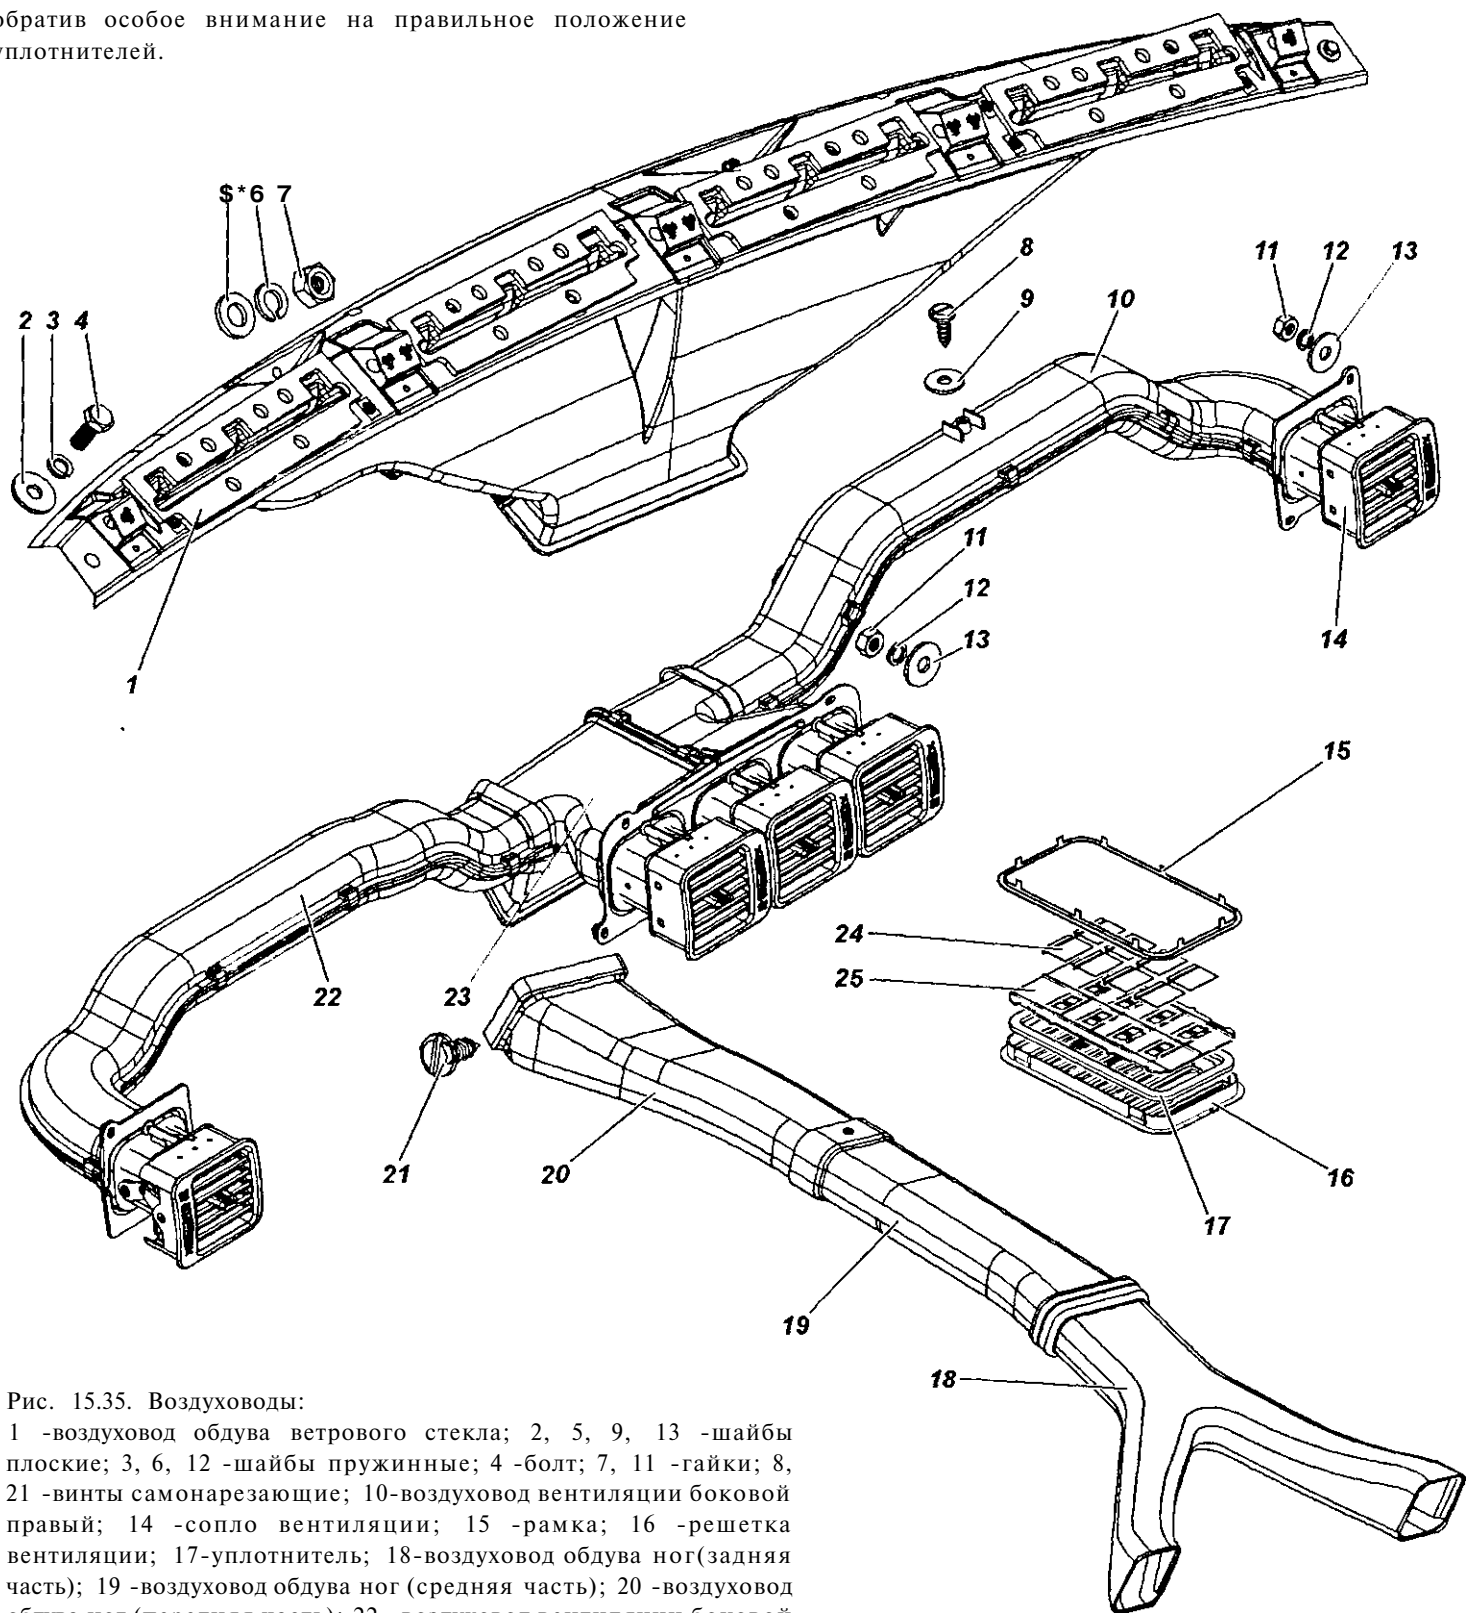

Рис. 15.35. Воздуховоды:
7. Отверните два самонарезающих винта 21 (рис. 15.35) крепления воздуховода обдува ног пассажиров, расположенных на трехместном сиденье. Отсоедините переднюю 20 и среднюю 19 части воздуховода от задней 18, снимите воздуховод. При необходимости, отвернув самонарезающие винты, разъедините переднюю и
1. Снимите панель приборов в сборе с воздухопроводами. Гайки 7 (см. рис. 15.35) одновременно служат для крепления панели приборов и воздуховода обдува ветрового стекла.